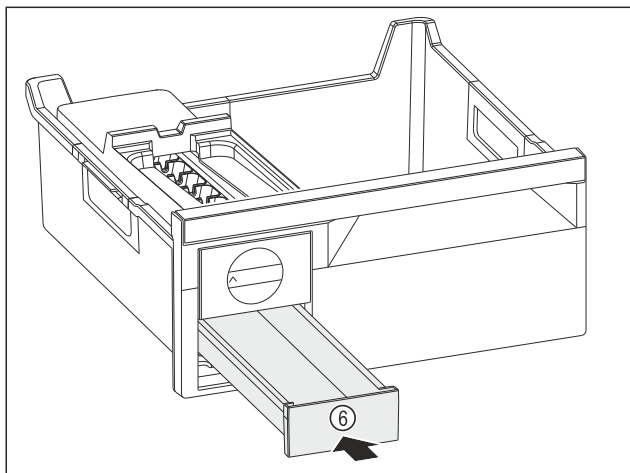

Fig. 150
- Lükake jääkuubikusahtel Fig. 150 (6) sisse.